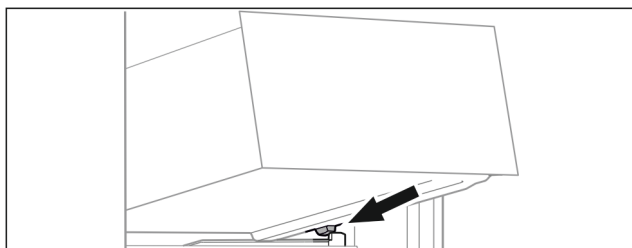

Fig. 189
- Predal postavite v poševnem položaju za zaustavljalniki na nastavek za posodo. (glejte Fig. 189)